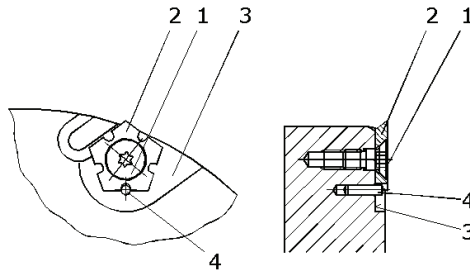

Abb. 1
(s. Abb.1, 2 und 3)
2. Schraube (1) mit Torxschlüssel lösen und vollständig aus dem Messersitz entfernen.
3. Vorschneider (2) aus der Messeraufnahme entnehmen.
4. Messerauflage (3) und alle dazugehörigen Einzelteile reinigen. Darauf achten, dass alle Spannflächen frei von Verschmutzungen, Öl, Fett und Wasser sind.
5. Gewendeten oder neuen Vorschneider präzise einsetzen (s. Abb.1, 2 und 3).
6. Beim Artikel KF216001 darauf achten, dass der Vorschneider in den Positionierstift (4) eingreift (s. Abb.1).